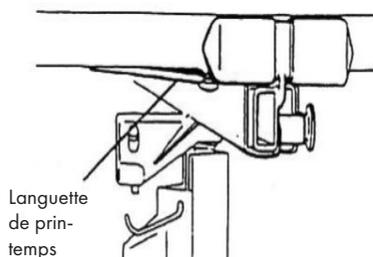

Figure 27
- Pousser chaque traverse vers l'avant dans l'embase jusqu'à ce que la languette à ressort située en bas de la traverse s'enclenche en place, comme indiqué à la Fig. 27.